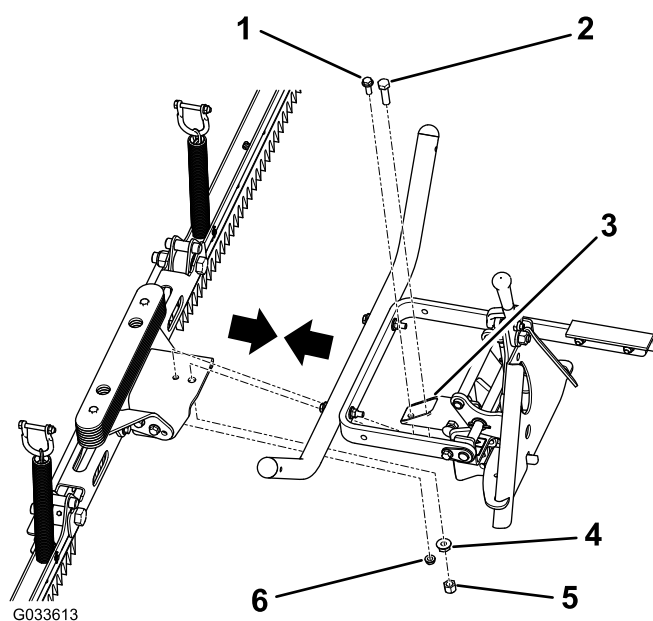

Figure 8
- Alignez les 2 trous du support au centre du râteau et les 2 trous dans le tube d'attelage (Figure 8).